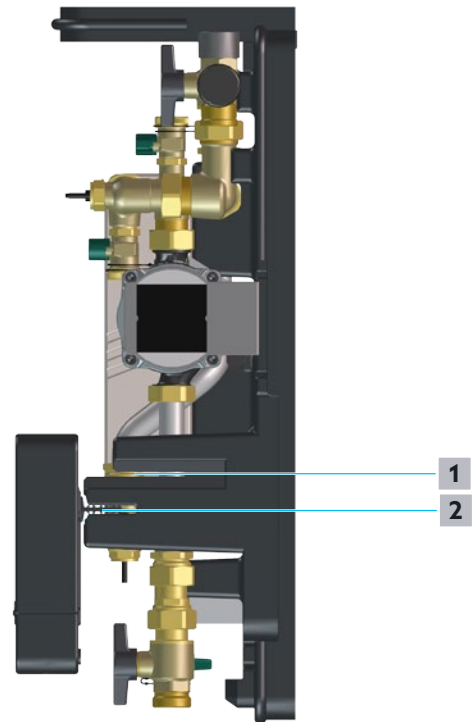

Abb. 21: Montageposition
- 2 Drehen Sie den Regler und fixieren Sie diesen in der Montageposition wie in Abb. 21 auf Seite 26.